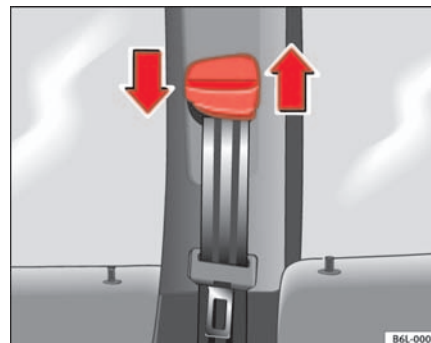

Fig. 16 Ubicación del regulador de la altura del cinturón
- Presione el dispositivo de reenvío en la zona superior y manténgalo en esta posición ⇒ fig. 16.